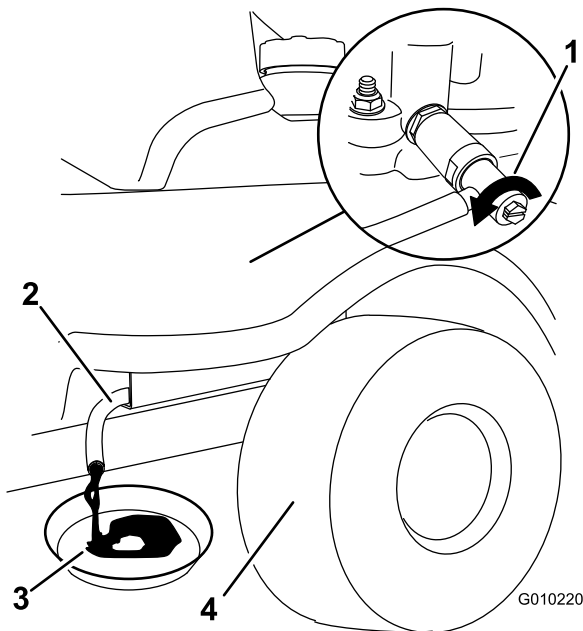

Figura 37
6. Coloque un recipiente debajo del tubo de vaciado. Abra la válvula de vaciado para que se drene el aceite (Figura 37).
8. Retire el tubo de vaciado (Figura 37).